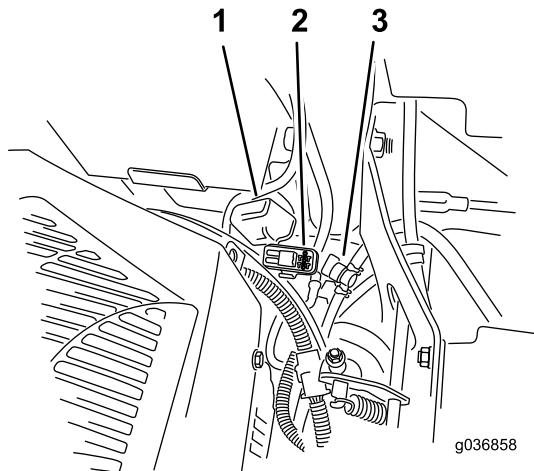

Figura 76
Los fusibles están situados en la consola de la derecha, junto al asiento (Figura 76).
2. Instale un fusible nuevo (Figura 76).